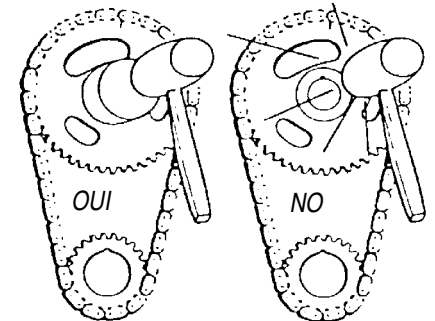

Figure 1 - Utilisez une gainé pour installer les pignons à emmanchement à force
- **UTILISEZ UNE GAINÉ** pour les installations qui exigent l'usage d'un marteau (voir Fig.1). Un poinçon à mandrin en laiton peut être utilisé si vous alternez avec précaution les coups de chaque côté du pignon pour éviter d'armer.